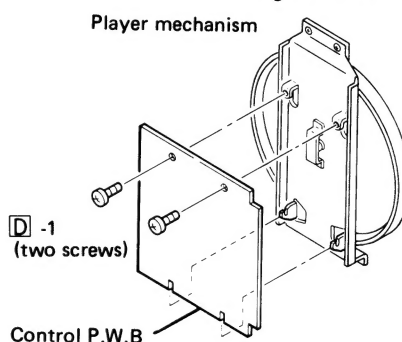

Figure 4-4
2. Remove two screws at the control P.W.B., and take the control P.W.B. off. See Fig. 4-4.
2. Zwei Schrauben von der Steuerungs-Leiterplatte abschrauben, dann die Steuerungs-Leiterplatte entfernen. Siehe Abb. 4-4.
2. Déposer les deux vis de la PMI de commande et déposer la PMI de commande. Voir la Fig. 4-4.